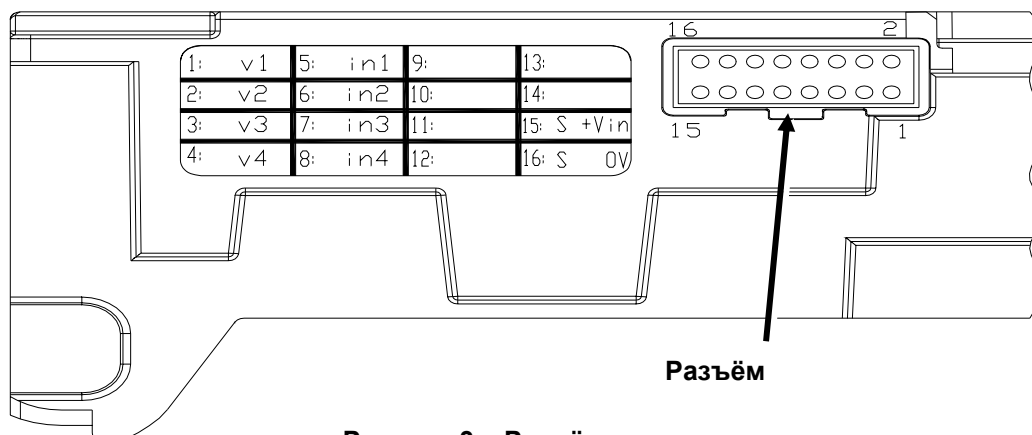

Рисунок 3 – Разъем
Разъем интерфейса у банкнотоприемника NV7 расположен на левой стороне прибора; он имеет 16 штырьков (см.Рисунок 3). Два из них используются для подачи питающего напряжения 0(V) и +12(V), пять служат для ввода и пять для вывода информации, четыре зарезервированы для использования в будущем. Примером разъема может служить изделие компании Molex, No: 39-51-2160